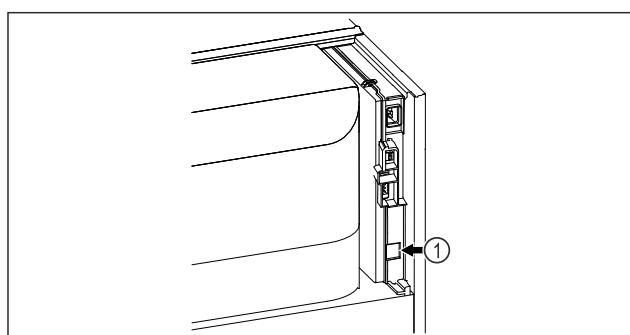

Fig. 73
- To SmartModule Fig. 73 (1) είναι τοποθετημένο.